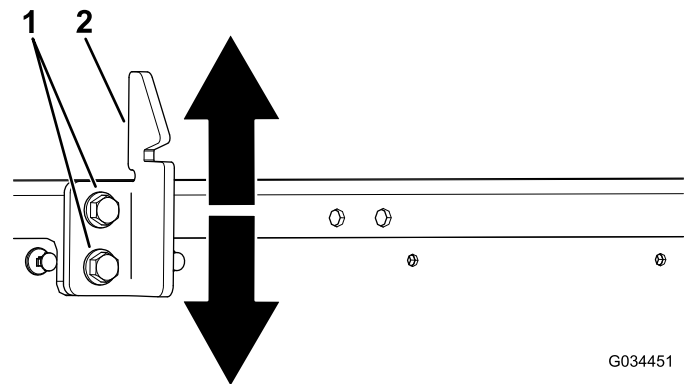

Figura 53
3. Afloje los 2 pernos del cerradero de la plataforma y mueva el cerradero hacia arriba o hacia abajo, dependiendo de si está demasiado alto o demasiado bajo (Figura 53).
4. Apriete los 2 pernos del cerradero de la plataforma (Figura 53).